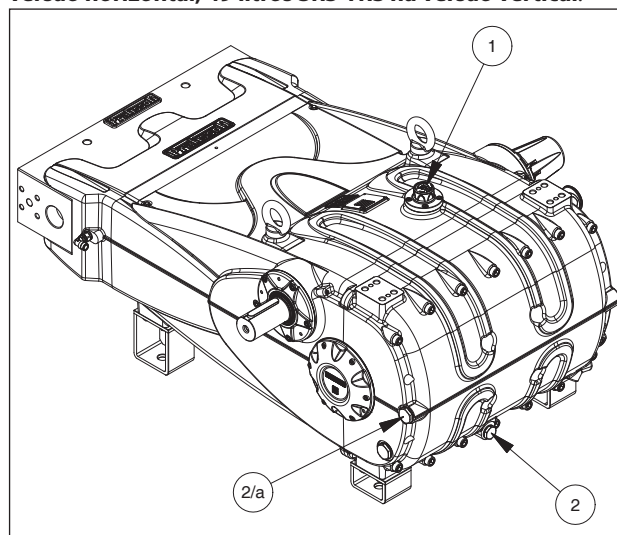

Fig. 4
Verifique o nível do óleo através da haste do nível do óleo ①, Fig. 4.
Se necessário, complete até a tampa do óleo. ①, Fig. 4.
O controle correto do nível do óleo é realizado com a bomba em temperatura ambiente, a troca do óleo é feita com a bomba em temperatura de trabalho, removendo o tampão pos. ②, Fig. 4. (Use o tampão pos. 2/a para a versão vertical). O controle do óleo e a troca são efetuados conforme indicado no capítulo 11.